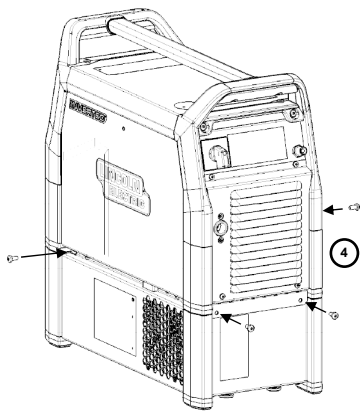

Figura 3
4. Avvitare infine le lamiere adattatrici al gruppo di raffreddamento (Figura 3).